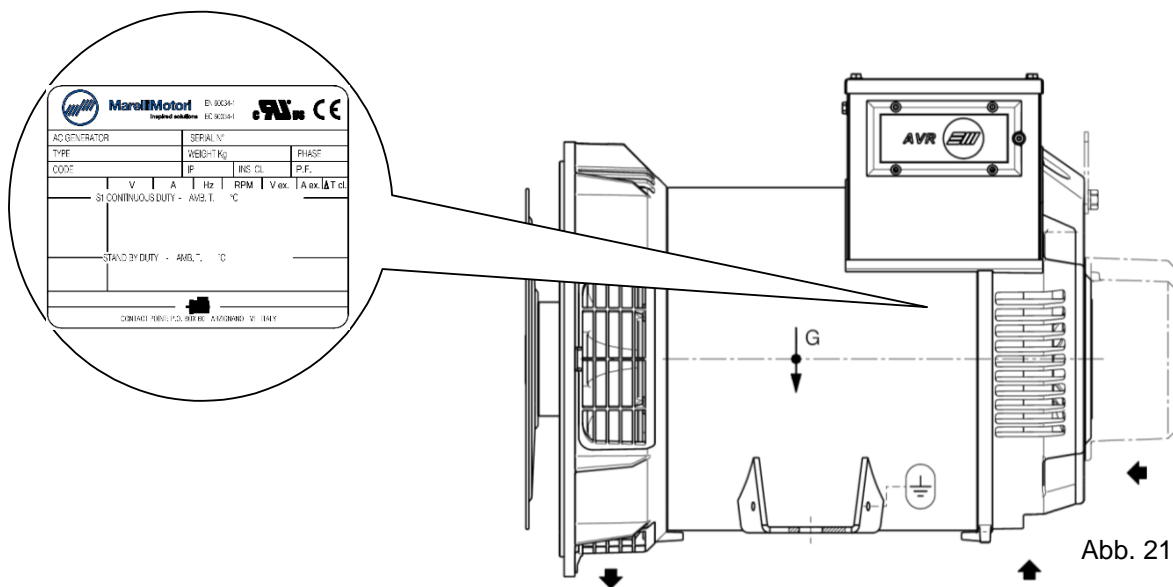

Abb. 21
3. Das Selbstklebeschild von der Unterlage abziehen und anbringen, wie in Abb. 21 dargestellt. Dabei zur besseren Haftung mithilfe einer Rolle andrücken.